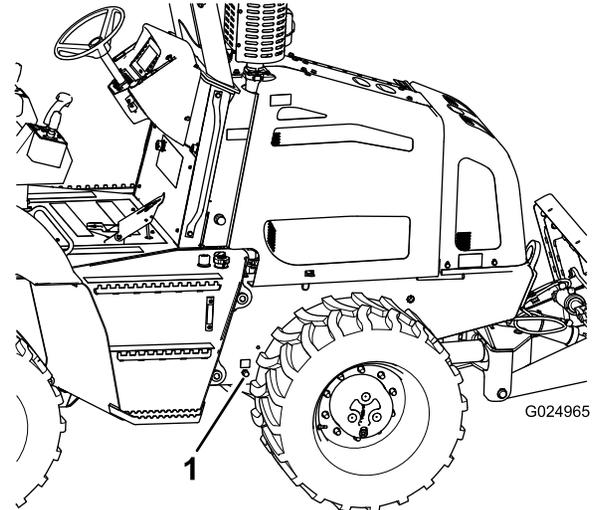

Figure 64
4. Placez un bac de vidange d'au moins 20 L (21 ptes américaines) de capacité sous le raccord de vidange d'huile moteur (Figure 64).
5. Enlevez le bouchon du raccord de vidange et vidangez complètement l'huile moteur (Figure 64).
- Remettez le bouchon sur le raccord de vidange (Figure 64).
- Enlevez le bouchon de remplissage d'&#226;huile du couvre-culasse en le dévissant et en le tirant vers le haut (Figure 64).